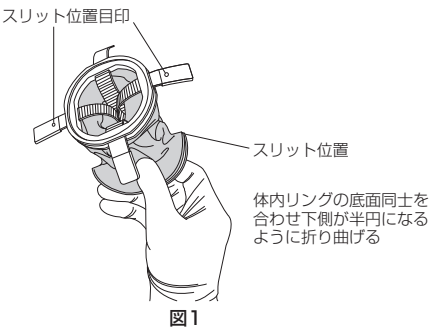

図1
- 6.体内リングをスリットの部分で底面同士が合わさるように半分に折り曲げる。(図1)